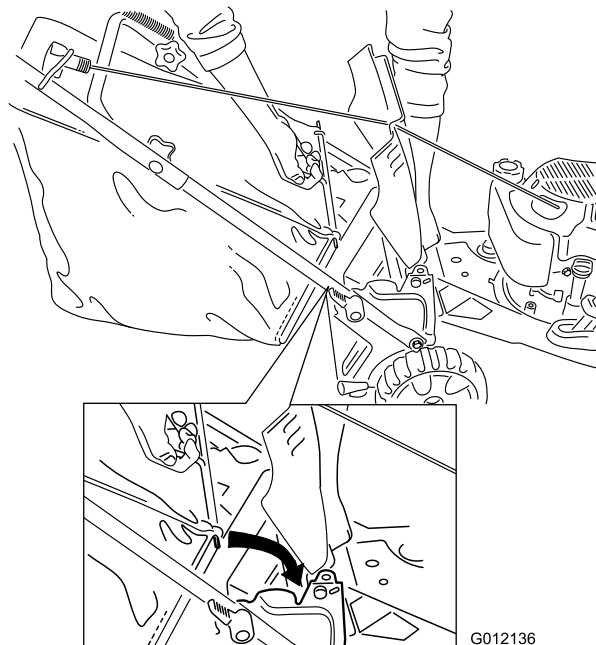

Figure 19
2. Soulevez et bloquez le volet arrière, placez le bac dans les encoches et abaissez le volet (Figure 19).